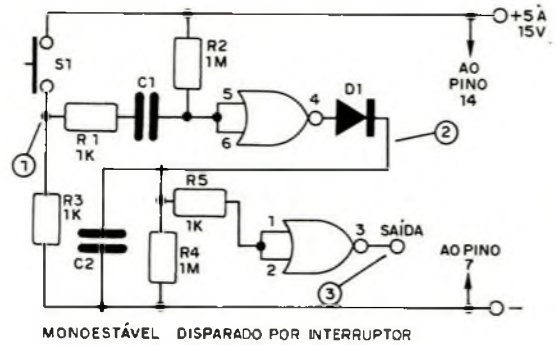

FIGURA 3
tempo de ação sobre o interruptor S1. (figura 3)
Outra diferença importante a ser observada neste circuito é que se obtém o pulso de saída (LO) no mesmo instante em que ocorre a aplicação do pulso de entrada, diferente, portanto, do circuito da figura 3.